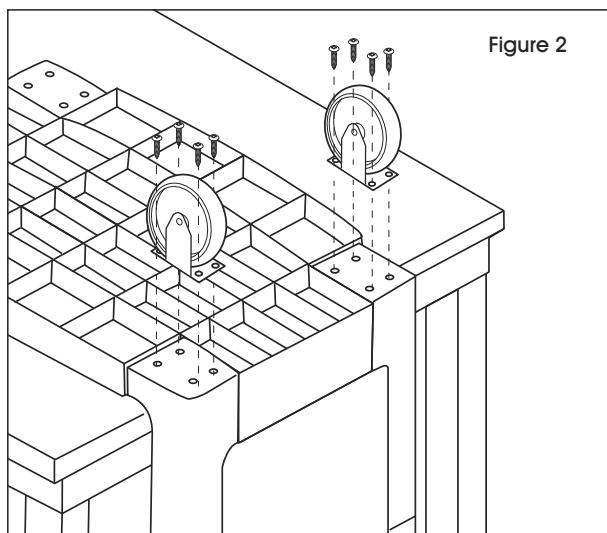

Figure 2
3. Placez une roulette rigide sur les trous de boulon de chaque support. (Voir Figure 2)